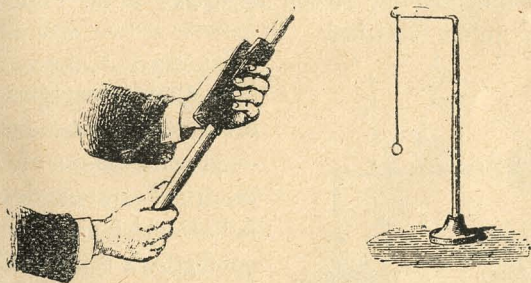

Fig. 152.—Péndulo eléctrico.
*copios*, siendo el más sencillo de ellos el *péndulo eléctrico* (fig. 152).